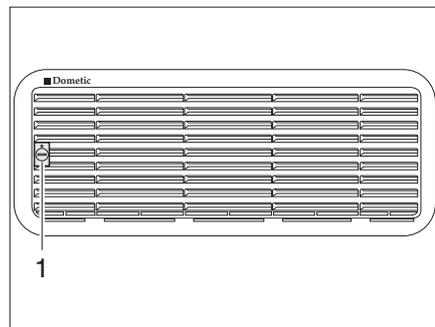
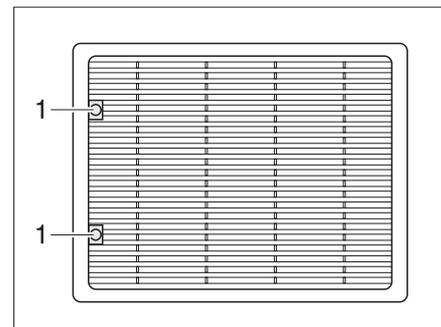

Bild 223 Kühlschrank-Lüftungsgitter (Dometic klein)
Bild 224 Kühlschrank-Lüftungsgitter (Dometic groß)
- Schraube (Bild 223,1 bzw. Bild 224,1) mit Hilfe einer Münze eine viertel Umdrehung drehen.